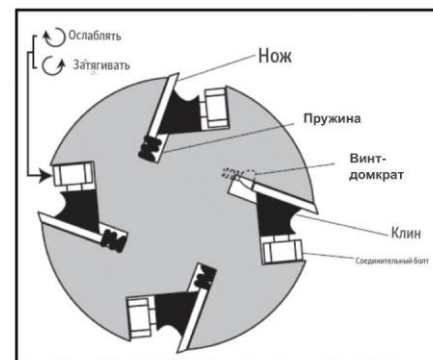

Рис. 28
5. Ослабьте болты крепления режущей головки (см. рис. 28 и рис.29), начиная с середины и чередуя их вперед и назад, пока все болты крепления не будут ослаблены, но не выпадут.